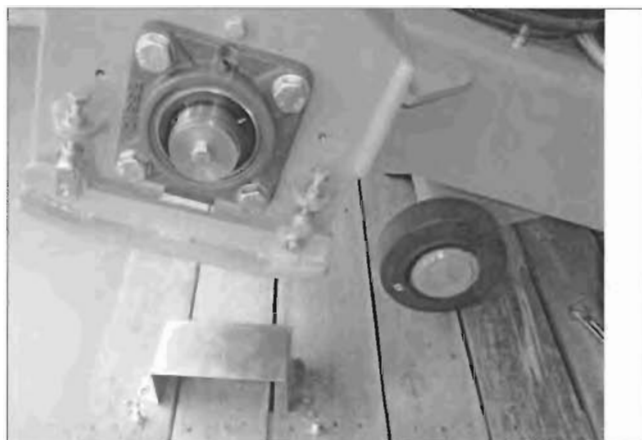

Рис. 4.20 (левый) кожух подшипника вала снят
3. Снимите (левый) кожух подшипника фрезерного вала, отвернув оба винта (с шайбами) и сняв кожух подшипника (Рис. 4.20)!